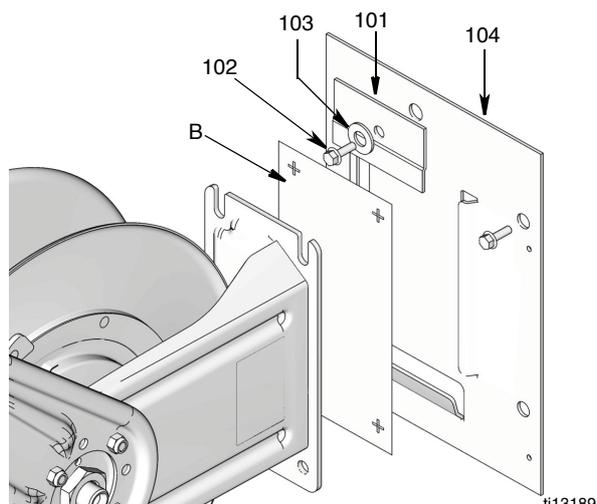

Рис. 10
Для того чтобы облегчить установку и снятие шлангового барабана для технического обслуживания, смонтируйте опорную плиту (104) на стене (Рис. 10).
3. Задвиньте шланговый барабан в опорную плиту (104) и установите прижимную плиту (101), шайбу (103) и стяжной винт (102). Надежно затяните винт (Рис. 10).